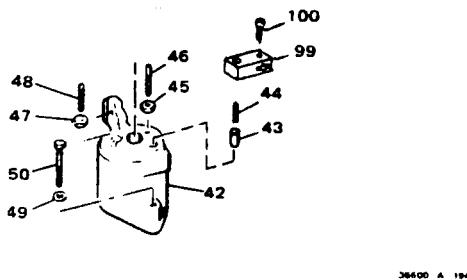

図3-4 スピードセッティング・シリンド
4. 先ずスピードセッティング・ピストンストップ・セットスクリュ (48、図3-4) がスピードセッティング・シリンドの頂部から12.7mm (1/2inch) 出るようにスピードセッティング・ピストンストップ・セットスクリュの位置をきめます。
スピードセッティング・ピストンロッド上にある最高速リミッティングバルブ・アジャスティングスクリュ (44, 図3-4) がスピードセッティング・シリンドの頂部にあるリミッティング・チェックバルブ (43) に接触し早目にバルブシートから外れないように確かめます。
8. 制御空気圧を最大値に調節します。原動機速度が安定するまで待つ。リミッティングバルブ・アジャスティング・スクリュ (44, 図3-4) を時計方向に、原動機速度が低下し始まるまで回し、 $\frac{1}{4}$ から $\frac{1}{2}$ 回転戻し、その位置にロックします。これで、何等かの原因でスピードセッティング・ピストンが最高速の位置をゆき過ぎても、原動機が突然的に過速状態になるのを防いだり、制限することになります。
10. ピストンストップ・セットスクリュ(48, 図3-4)を時計方向に回し、スピードセッティング・ピストンの頂部に当った所から、2回転もどし、その位置でロックします。